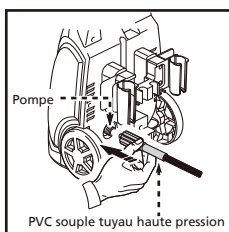

Fig. 3
- Raccordez le PVC souple tuyau haute pression (sens horaire) derrière le nettoyeur en bas (Figure 3).